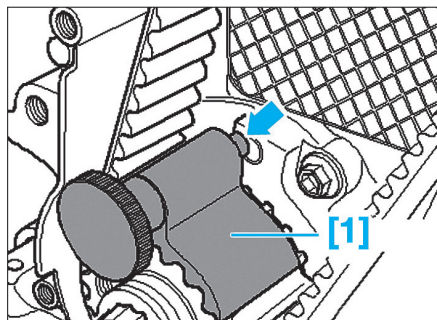

FIG. 26
• Retirer les tiges de blocage [2] et l'arrêt de vilebrequin [1] (Fig.26).